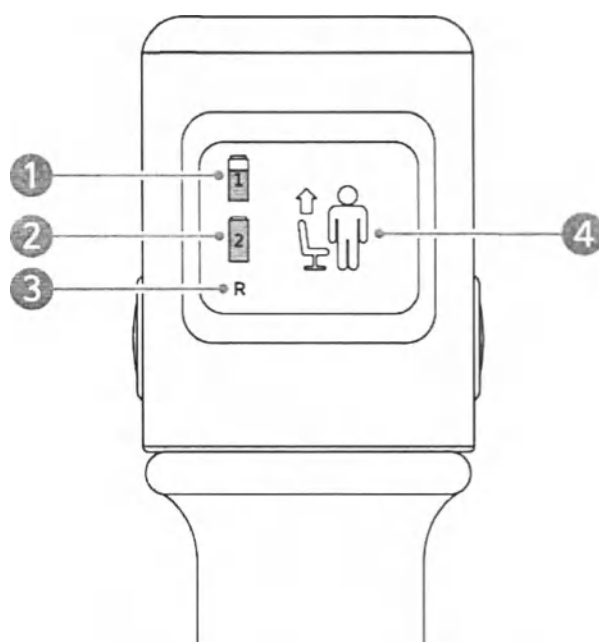

Рисунок 3 – Индикация на дисплее.
- индикатор состояния заряда аккумулятора пульта управления беспроводного (поз.1 рисунок 3);
- индикатор состояния заряда аккумулятора Экзоскелета (поз.2 рисунок 3);
- текущее состояние Экзоскелета (поз.3 рисунок 3);
- доступный режим движения (поз.4 рисунок 3).
Индикатор состояния заряда аккумулятора пульта управления беспроводного (поз.1 рисунок 3) отображает текущий заряд аккумулятора пульта управления и процесс заряда аккумулятора при подключенном зарядном устройстве.
Индикатор состояния заряда аккумулятора Экзоскелета (поз.2 рисунок 3) отображает текущий уровень заряда аккумулятора Экзоскелета.
Индикатор режима работы Экзоскелета (поз.3 рисунок 3) отображает выбранный режим работы Экзоскелета.